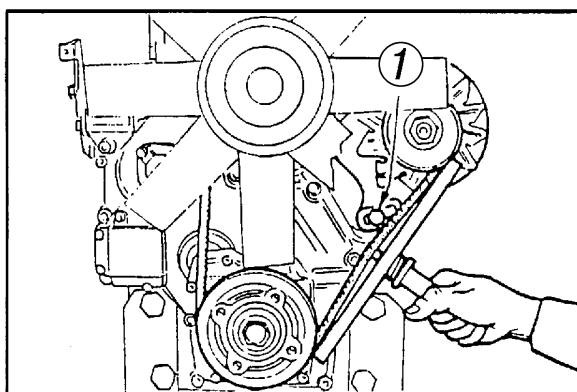

Рис.77.1
- ослабьте затяжку болта 1 (рис.77.1);